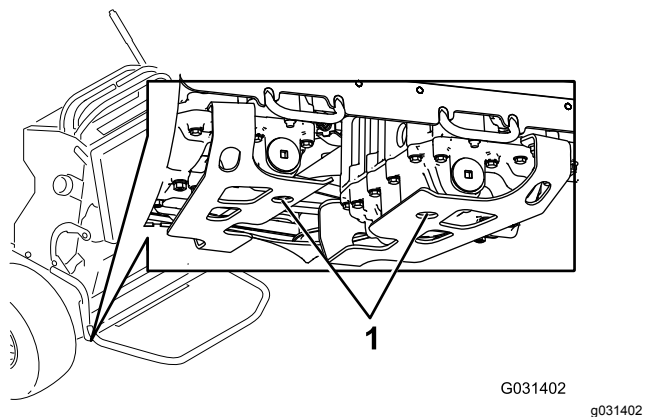

Figura 67
3. Individuate i tappi di spurgo sul fondo della trasmissione e posizionate una bacinella di spurgo sotto il tappo (Figura 67).